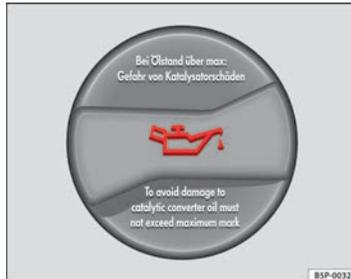

Abb. 125 Deckel der Motoröl-Einfüllöffnung im Motorraum
- Schrauben Sie den Deckel der Motoröl-Einfüllöffnung ab ⇒ **Abb. 125**.